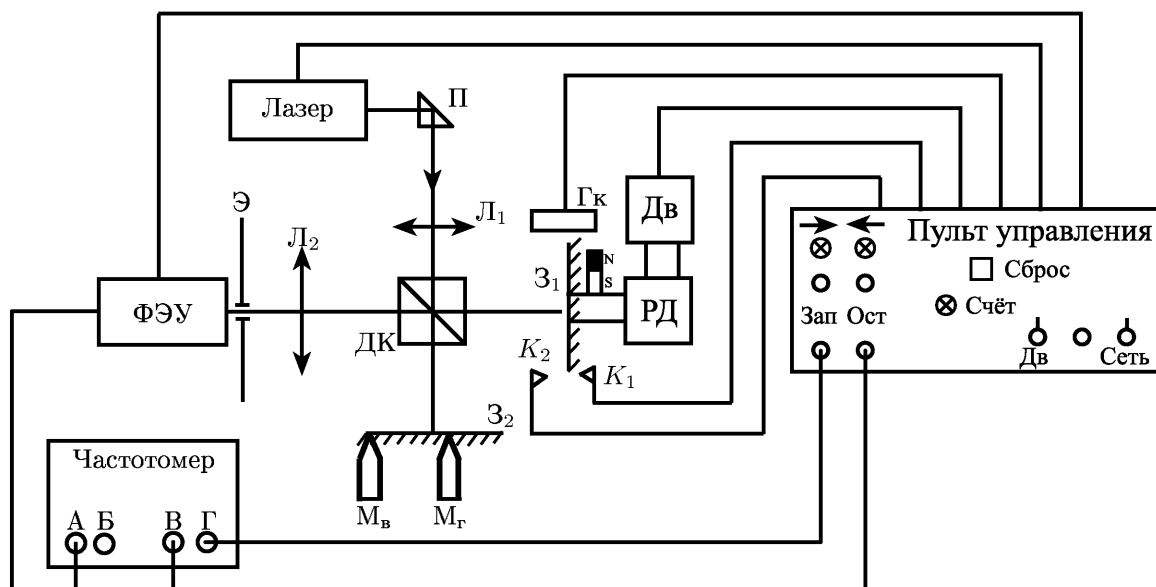

Рис. 2. Схема экспериментальной установки
Экспериментальная установка. Схема экспериментальной установки приведена на рис. 2. Источником света служит гелий-неоновый лазер ЛГН-203. Его излучение обладает большой длиной когерентности, что позволяет получать хорошо различимую глазом интерференционную картину при разности хода в десятки сантиметров. Неподвижное зеркало $З_2$, поворачивается микрометрическими винтами M_r (относительно горизонтальной) и M_v (относительно вертикальной оси). Зеркало $З_1$ установлено перпендикулярно падающему лучу. Оно может передвигаться вдоль луча с помощью микрометрического винта, соединённого с двигателем Дв через муфту и редуктор РД, позволяющий менять скорость движения
2. Убедитесь, что луч от поворотной призмы (П на рис.2) идёт параллельно столу на высоте 100 ± 2 мм (при этом линза L_1 и делительный кубик сняты).